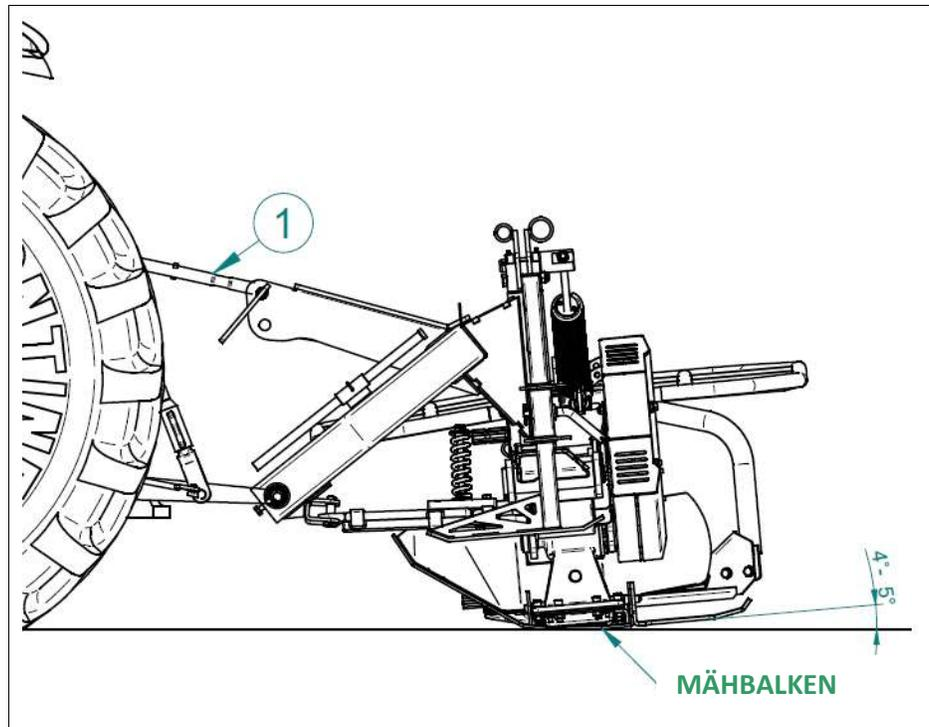

Abb. 13 Einstellung der Mähhöhe
Nach der Einstellung der Aufhängung so die Mähhöhe durch die Einstellung der Länge der Strebe (1), dass zur Oberfläche der Winkel von $4\pm 5^\circ$ eingehalten wird. Die Verringerung des Winkels bewirkt die Vergrößerung der Schritthöhe. Abb.13